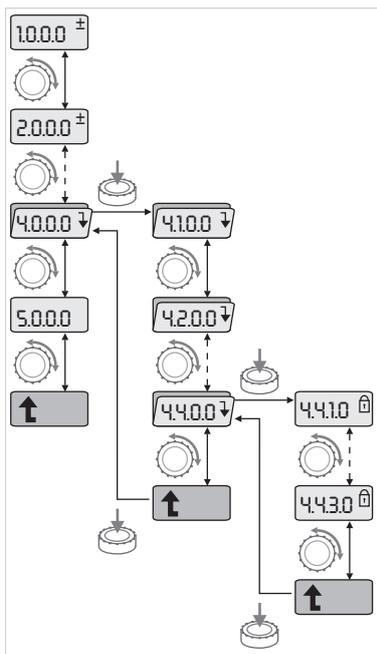

Fig. 43: Esempio di navigazione
-  Procedere alla navigazione generale nel menu come segue (come mostra l'esempio nella Fig. 43):